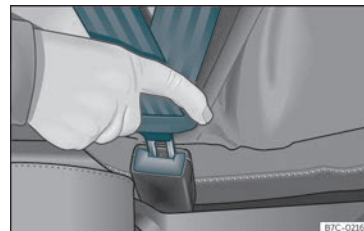

Fig. 9 Inserir a lingueta do cinto de segurança no fecho correspondente.
- Encaixe a lingueta no fecho do respetivo banco>>> **Fig. 9.**